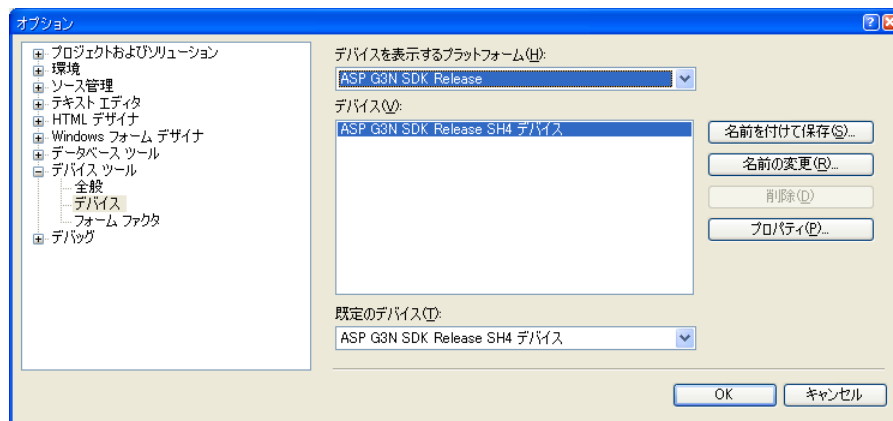

図 4-3-2-1. オプションダイアログ
- ① Visual Studio 2005 を起動し、[ツール]-[オプション]を選択します。
- ② [オプション]ダイアログが開きます。[デバイスツール]-[デバイス]を選択します。[デバイスを表示するプラットフォーム]から[ASP G3N SDK Release]を選択します。(図 4-3-2-1)